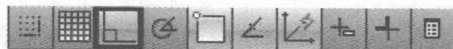

图1-3 开启“正交模式”
(1) 单击“辅助绘图工具栏”中的“正交模式”按钮, 开启“正交模式”，如图 1-3 所示。